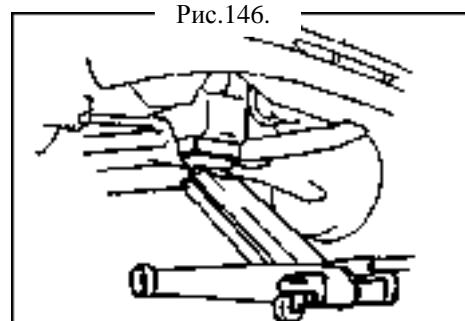

Рис.146.
- (b) Установите деревянный блок между рычагом и двигателем, установите рычаг и снимите правое крепление двигателя (рис.146).